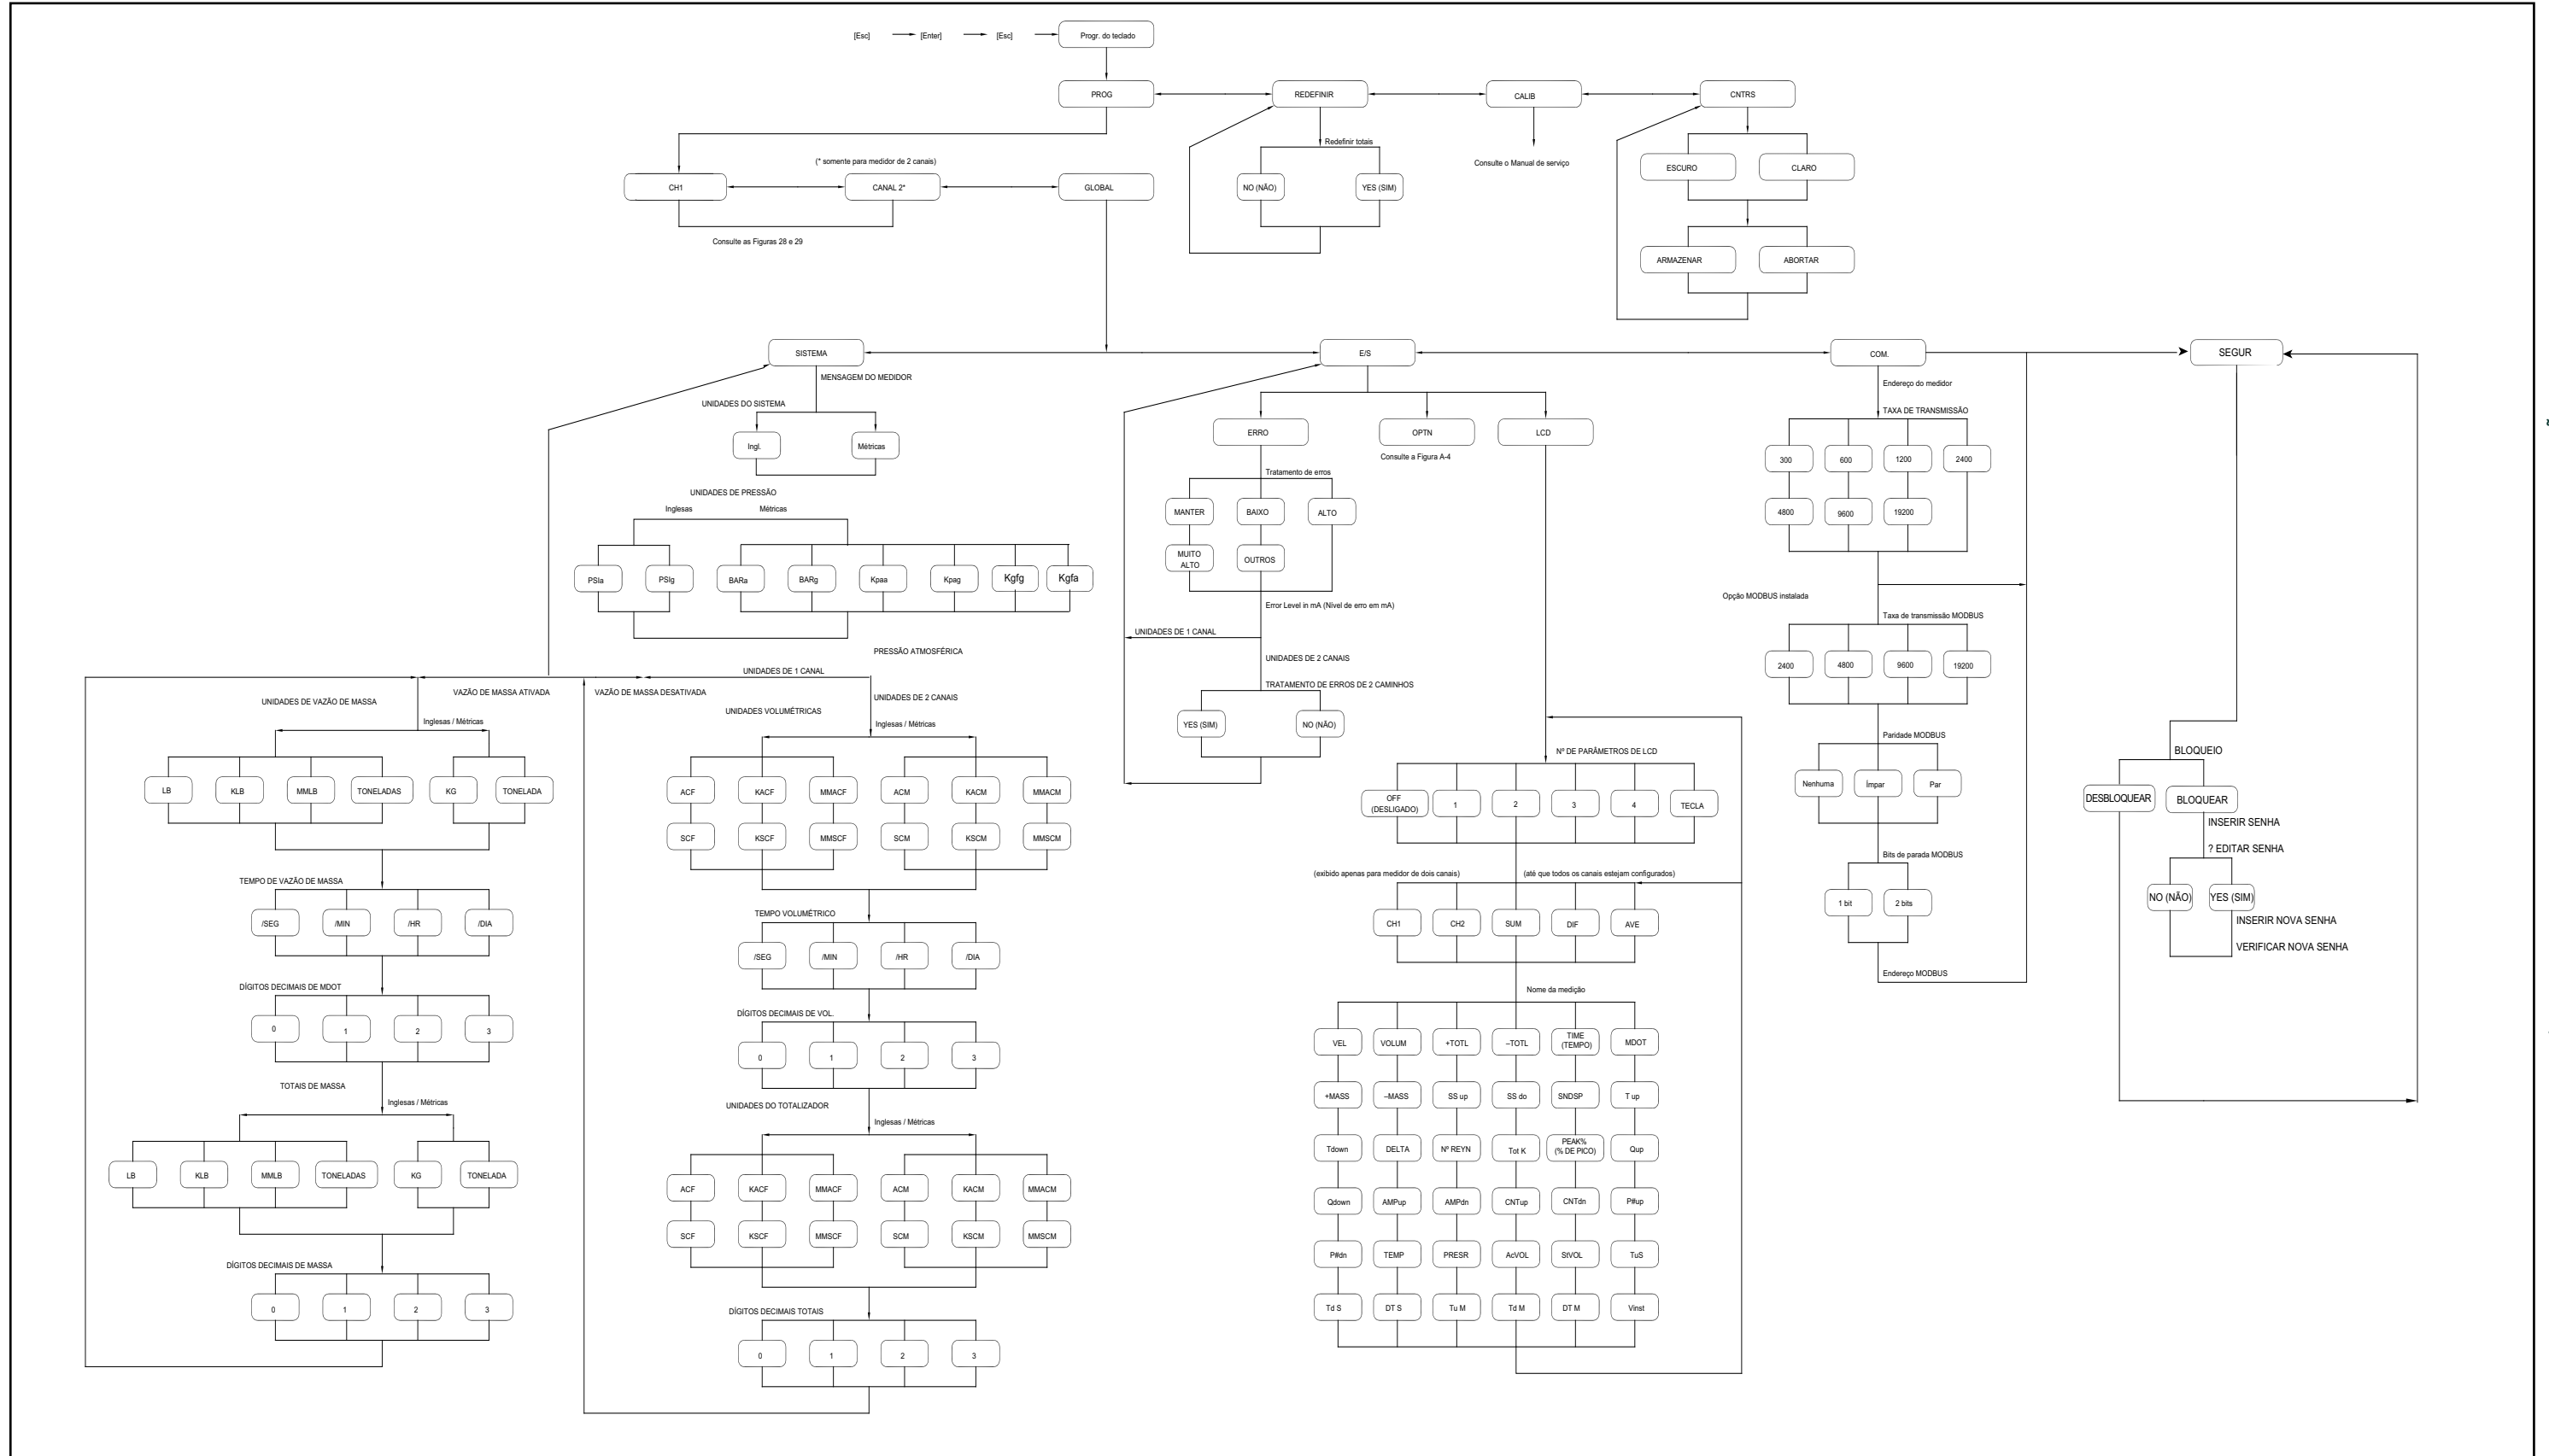

Figura 30: Menus PROG > GLOBAL > SISTEMA, E/S E COMUNICAÇÃO
- Figura 30, "Menus PROG > GLOBAL > SISTEMA, E/S E COMUNICAÇÃO", na página 65